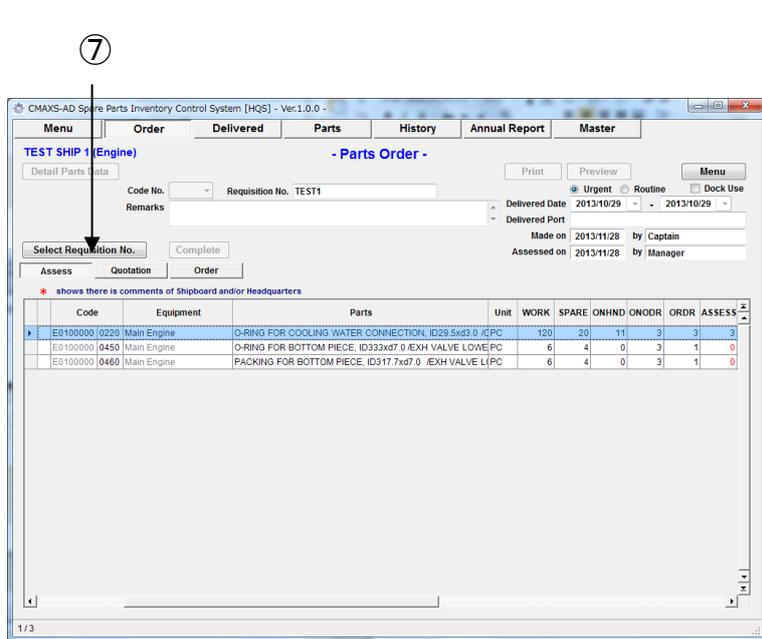

図 6-5 Parts Order 画面
(6) “Parts Order 画面”(Fig.6-5) に受信項目が表示されます。
(7) 他の依頼番号を選択したい場合は[Select Requisition No.]を選択すると、“Order List ”
(8) 項目を選択し[OK]ボタンをクリックすると、"Parts Order 画面"(Fig.6-5)に他のデータが表示されます。